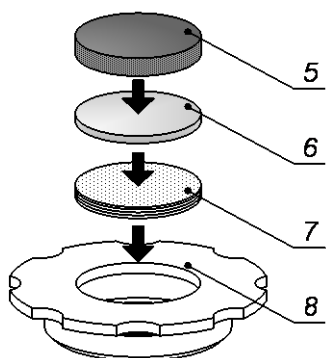

Рисунок 7
- 4.4.3.7 Во вставку 8 вложите от 7 до 10 обеззолненных фильтров 7, на них опустите стекло 6, и сверху зафиксируйте прокладкой 5 (см. рисунок 7, страница 9).